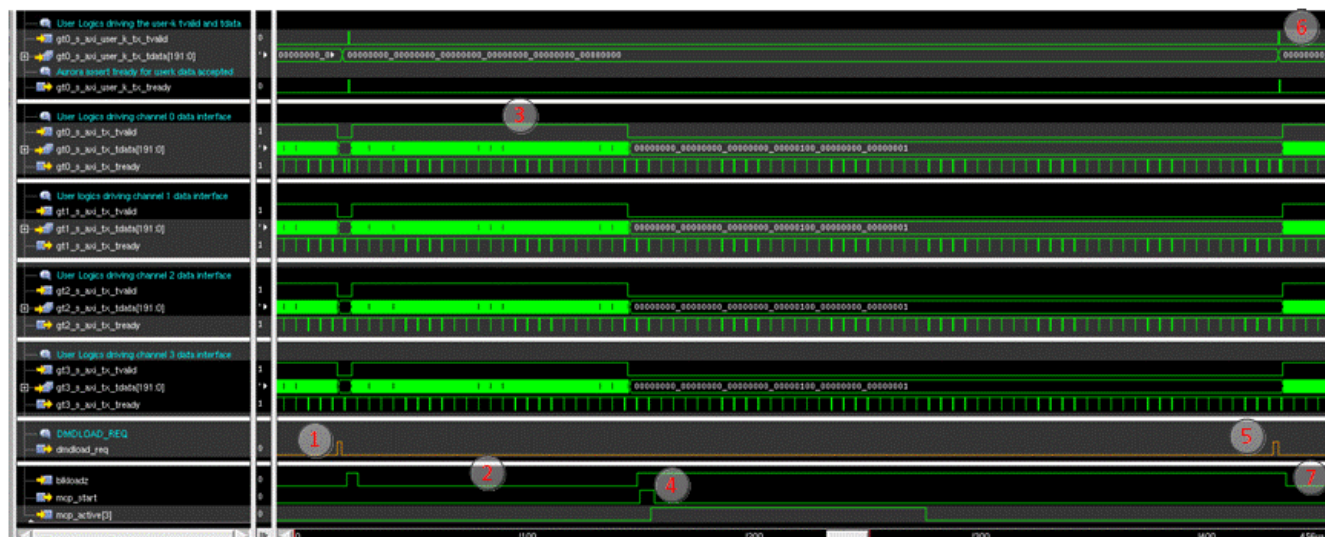

图 7-6. DMDLOAD_REQ 延迟置为有效波形
- 发送 DMD 数据块后，APPS FPGA 没有必要立即将 DMDLOAD_REQ 置为有效。APPS FPGA 可能会向 DLPC964 控制器发送一个 DMD 数据块，然后延迟将 DMDLOAD_REQ 置为有效，直到系统为加载 DMD 做好准备。图 7-6 说明了该操作。